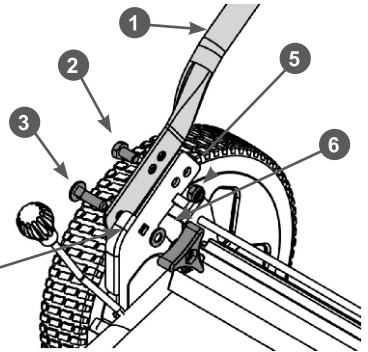

Рис. 3 Установка нижней части рабочей дуги
3. Установите нижнюю часть рабочей дуги. Совместите отверстия в кронштейне и дуге и закрепите нижнюю часть рабочей дуги на кронштейне с помощью болтов и гаек, как показано на Рис. 3.
Нижнюю часть рабочей дуги можно установить в два положения (выше или ниже). Для этого установите болт 2 в соответствующую пару отверстий в кронштейне 4 и в нижней части рабочей дуги 1 (Рис. 3).